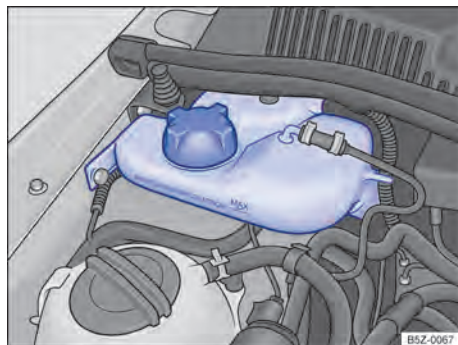

Fig. 182 No compartimento do motor: reservatório de gasolina para o sistema de partida a frio para motores 1.6 (válido somente para o motor CCRA).
O reservatório de gasolina do sistema de partida a frio encontra-se no compartimento do motor, no lado direito → Fig. 182.
- Nunca ultrapassar a marca “MAX” indicada no reservatório → Fig. 182.